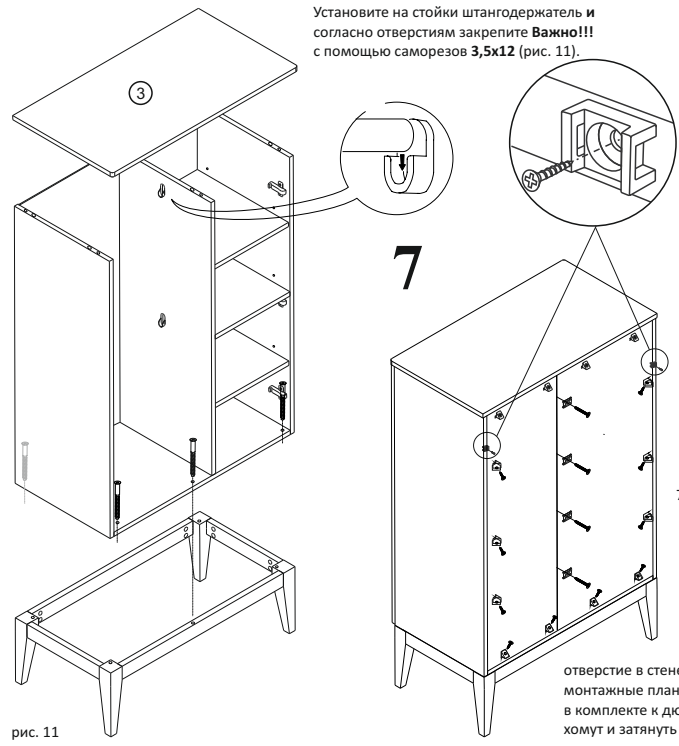

рис. 11
6. Установить крышу шкафа, затянуть эксцентрик. Установить собранное изделие на основание. Соединить с помощью евроинта 7x50 (рис. 11).
Установите на стойки штангодержатель и согласно отверстиям закрепите **Важно!!!** с помощью саморезов 3,5x12 (рис. 11).